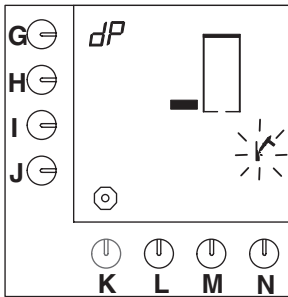

Abb. 24 Erstes Niveau des Entkalkungsprogramms für das Heißwassersystem
- Der erste Niveaublock erscheint im Display und das Hammersymbol blinkt (Abb.24).